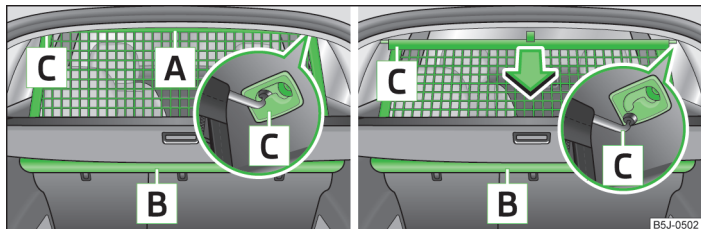
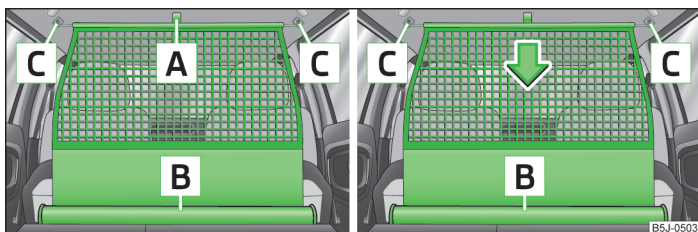

Fig. 53 Extraer/enrollar la red de separación
Fig. 54 Extra/enrollar la red de separación
- ¡Cerciórese de que la barra transversal esté insertada en los alojamientos **C** » fig. 53 de la página 68 y » fig. 54 de la página 69, respectivamente, en la posición delantera!
- Tire de la red de separación por la lengüeta **A** » fig. 53 y sáquela de la caja **B** en la dirección de los alojamientos **C**.
- Tire de la barra transversal un poco hacia atrás, primero en un lado y seguidamente en el otro lado, y sáquela de los alojamientos **C** » fig. 53.
- Tire de la red de separación por la lengüeta **A** » fig. 54 y sáquela de la caja **B** en la dirección de los alojamientos **C**.
- Tire de la barra transversal un poco hacia atrás, primero por un lado y seguidamente por el otro lado, y sáquela de los alojamientos **C** » fig. 54.